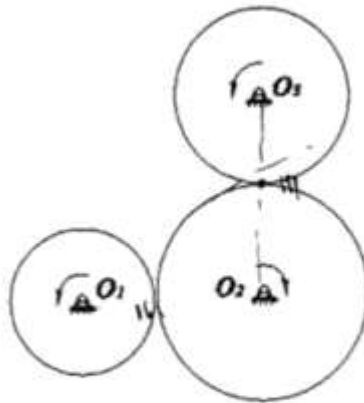

图 4
5. 已知三个渐开线直齿圆柱齿轮无侧隙啮合如图 4 所示，齿数分别为  $Z_1=20, Z_2=60, Z_3=40$ ，模数  $m=4\text{mm}$ ，安装中心距分别为  $O_1O_2=161\text{mm}, O_2O_3=199\text{mm}$ ，求：（1）三个齿轮的分度圆直径；（2）三个齿轮啮合节圆直径；（3）每对啮合的齿轮有无变位，是正变位还是负变位？（15 分）